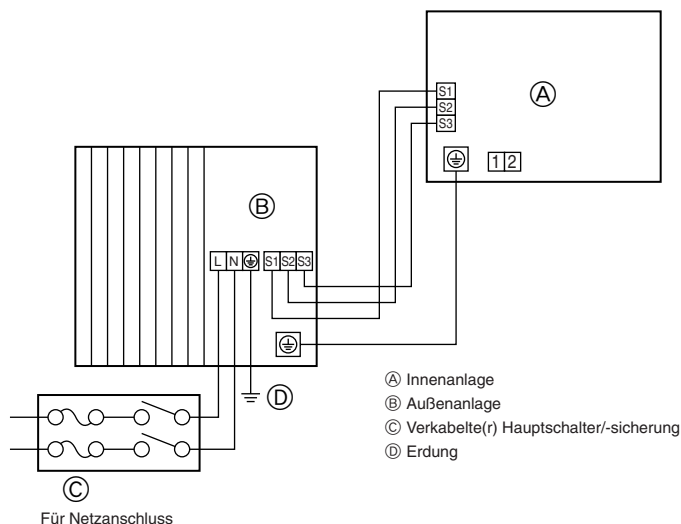
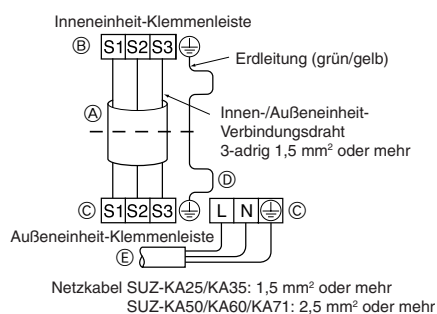
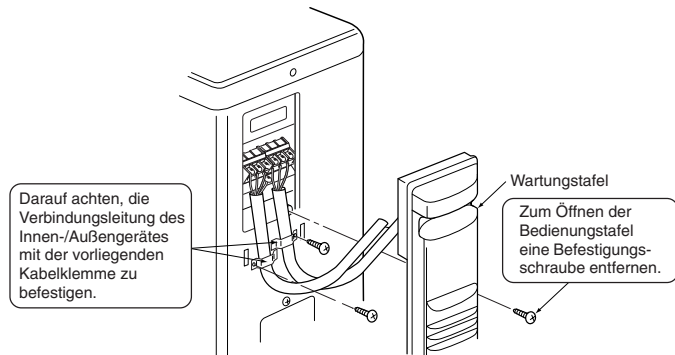
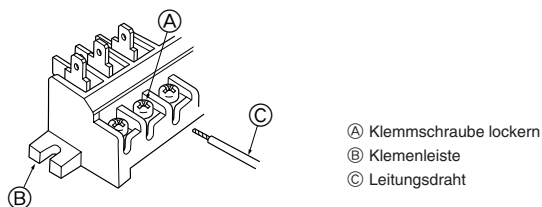

Fig. 6-1
Fig. 6-2
Fig. 6-3
Fig. 6-4
6.1. Außeneinheit (Fig. 6-1, Fig. 6-2, Fig. 6-3, Fig. 6-4)
- ① Die Wartungstafel entfernen.
- Verdrahtung wie in der Abbildung links unten dargestellt vornehmen. (Kabel ist vor Ort zu beschaffen) (Fig. 6-2)
- (A) Anschlusskabel
- (B) Innenanlage-Klemmenleiste
- (C) Außenanlage-Klemmenleiste
- (D) Achten Sie darauf, daß das Erdungskabel länger ist als die anderen, spannungsführenden Kabel.
- (E) Netzkabel für die Stromversorgung
- **Sorgfältig darauf achten, Fehlverdrahtung zu verhindern. (Fig. 6-4)**